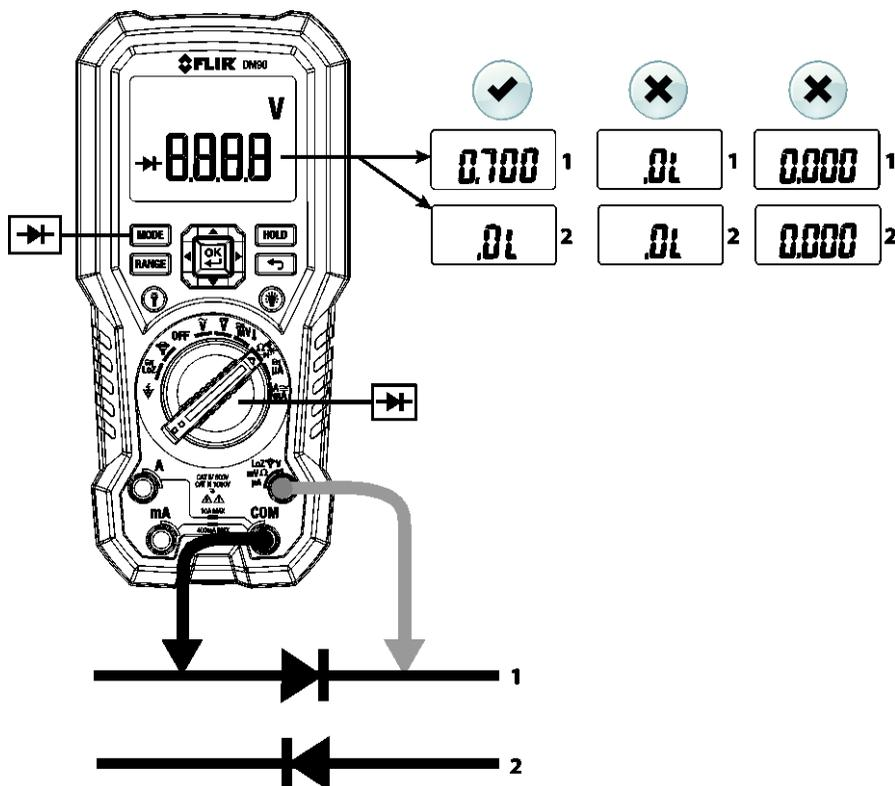

Fig. 5-3 Mesure de Diode classique
4. Avec la pointe de la sonde, touchez la diode ou la jonction semi-conductrice en cours de test dans une polarité (sens), puis dans la polarité opposée, comme illustré sur la fig. 5-3.